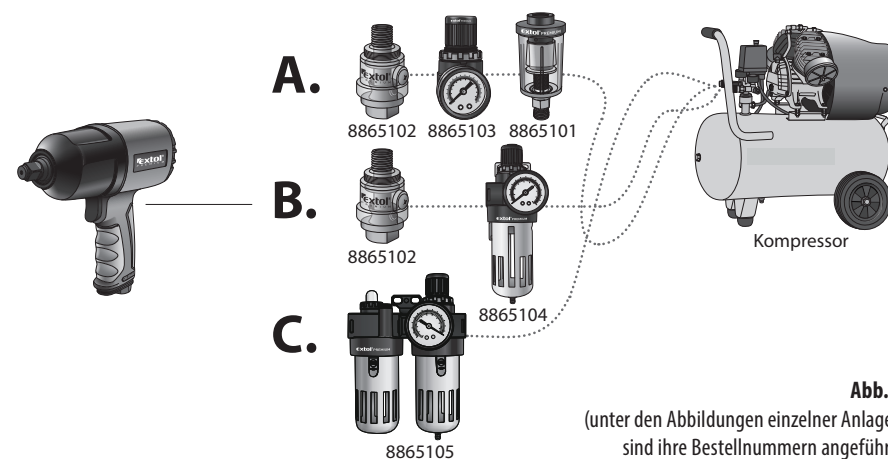

Abb. 3
- Der Druckluft-Schlagschrauber wird mit Druckluft angetrieben, die frei von Feuchtigkeit - Kondensat - sein und beigemischtes Öl enthalten muss. Zu diesem Zweck dienen die im Schema auf Abb. 3 dargestellten und beschriebenen Zusatzanlagen, die vor dem Lufteinlass in den Schlagschrauber in der angeführten Reihenfolge installiert sein müssen.
Bestellnummer des Gerätes (Abb. 3)	Beschreibung des Gerätes (Aufbereitungsanlagen)
ANSCHLUSSMÖGLICHKEITEN (SIEHE SCHEMA AUF ABB. 3)